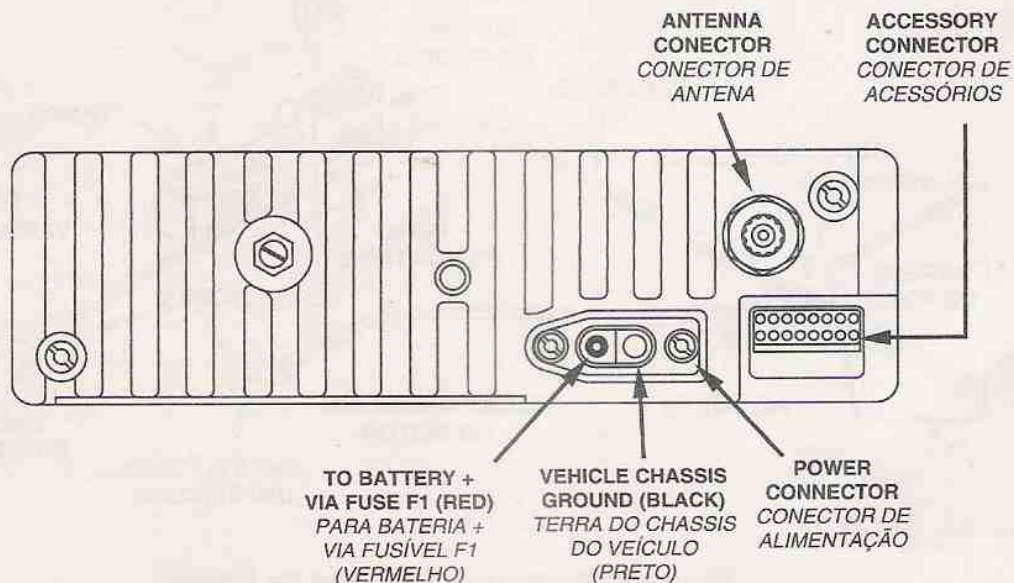
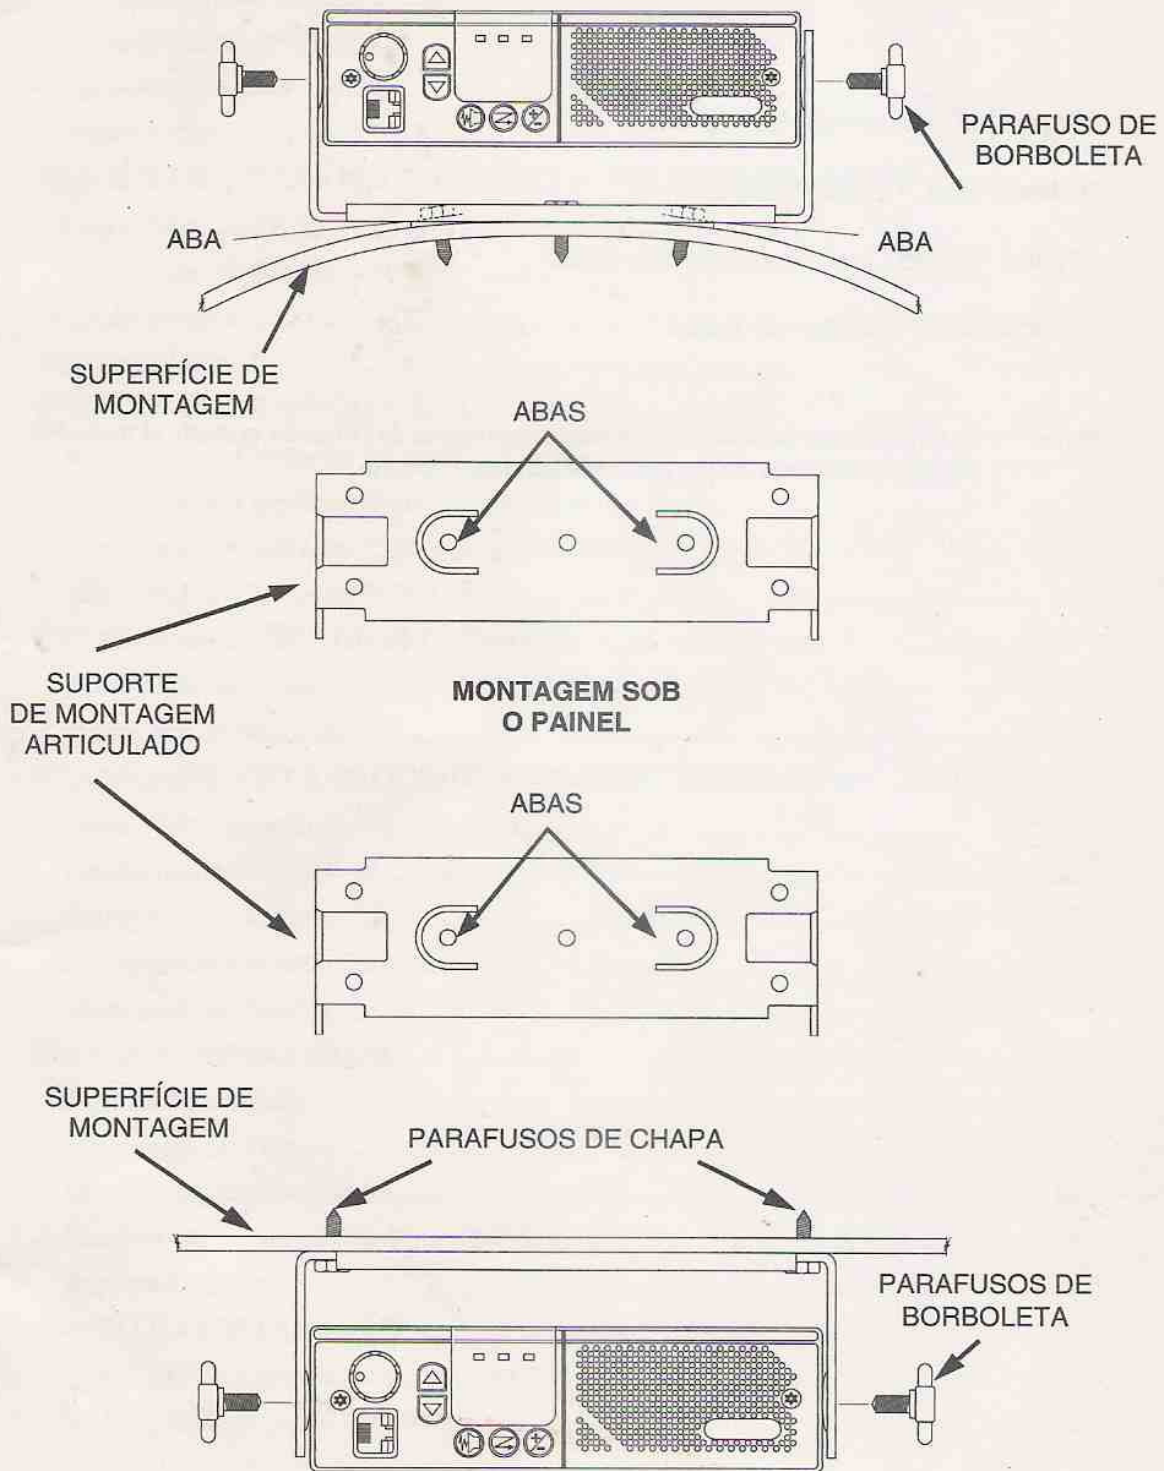

Figura 3. Conexões da Parte Traseira do Rádio
Figura 4. Montagem articulada para o Rádio
(Veja Figura 4)
- (1) Selecione o local para montar o rádio no **túnel da transmissão do carro** ou **sob o painel**. (veja Figura 4).
- (2) Usando o suporte de montagem articulado como referência, marque as posições dos furos na superfície de montagem. Use os três furos mais internos para a montagem em superfícies curvas, como o túnel da transmissão, e os quatro mais externos para superfícies planas, como sob o painel.
- (3) Marque com uma punção os pontos desejados e faça furos de 5/32".
- (4) Fixe com firmeza o suporte, e fixe o rádio com os dois parafusos de borboleta fornecidos.
- (5) Para completar a instalação de seu rádio conecte o cabo de força no conector de alimentação do rádio (veja Figura 3).
- (6) Monte a antena usando as instruções fornecidas com o kit de antena. Passe o cabo coaxial para o local de montagem do rádio. Se necessário, corte o excesso de cabo e instale os conectores.
- (7) Conecte o cabo da antena ao rádio na parte traseira do mesmo (veja Figura 3).
- (8) Monte o prendedor do microfone. Siga as instruções fornecidas com o prendedor do microfone.
- (9) Conecte o microfone no conector do painel frontal. Seu microfone possui um conector telefônico no fim do cabo. Conecte e desconecte o Microfone do Rádio da mesma maneira que você conecta e desconecta seu telefone.